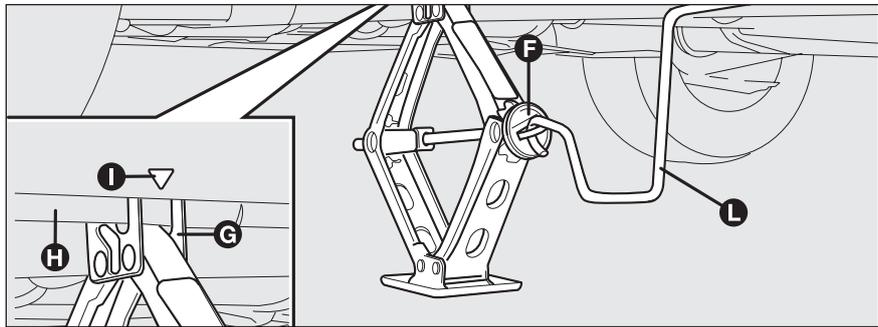

fig. 13
- ❑ activer le dispositif **F- fig. 13** de façon à décontracter le cric, jusqu'à ce que la cannelure **G** sur la partie supérieure du cric s'insère correctement sur le profil inférieur **H** façonné sur la caisse en correspondance de l'indication **I** (à 60 cm environ du centre de la roue avant ou à 80 cm du centre de la roue arrière) ;
- ❑ introduire la manivelle **L- fig. 13** pour pouvoir actionner le cric et soulever le véhicule, jusqu'à ce que la roue se soulève du sol de quelques centimètres ;